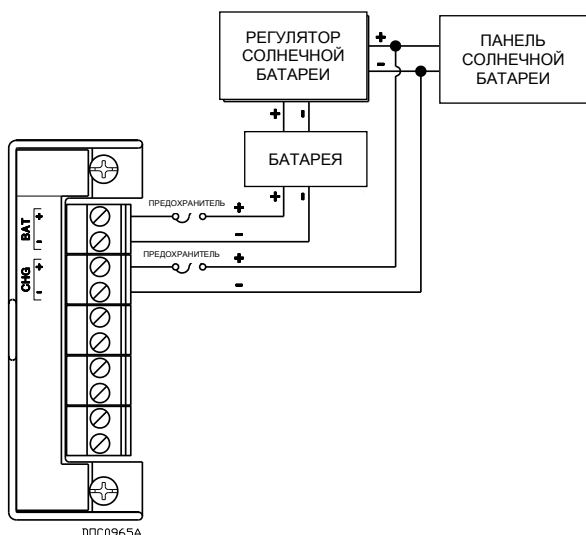

Рисунок 6. Питание 12 В пост. т. и проводка CHG+ / CHG-
- Если выполняется контроль внешнего напряжения зарядки (только блок питания 12 В пост. т.), подсоедините разъем CHG+ и CHG– оконечного блока. См. Рисунок 6.